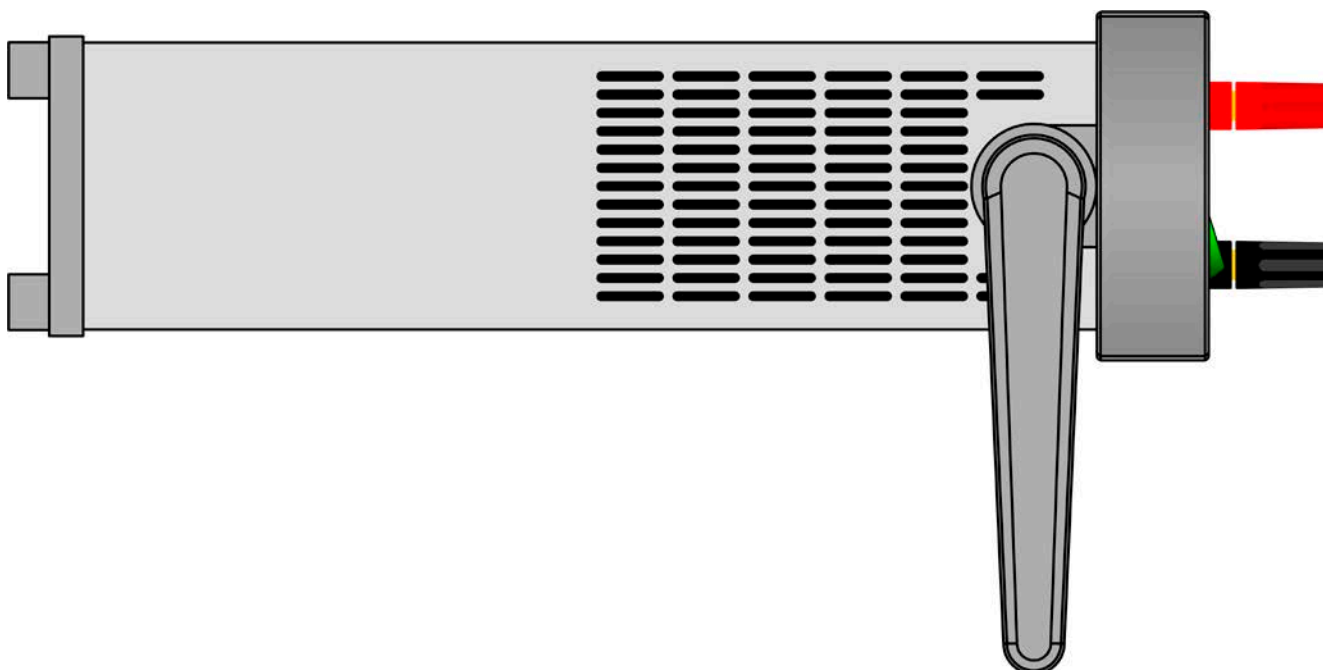
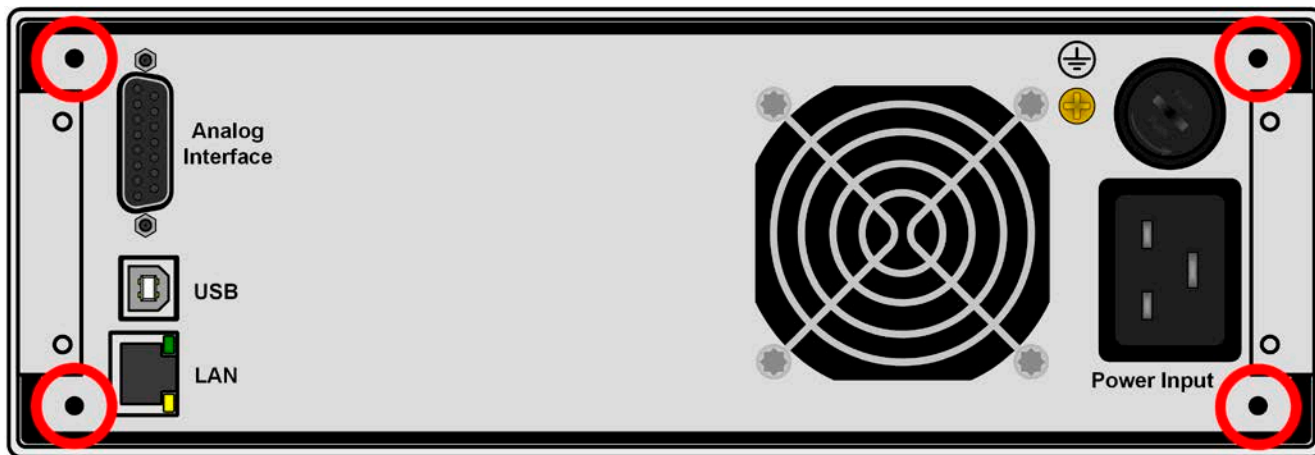

Bild 7 - Position (-90°) des Tragegriffs zwecks Demontage
Bild 10 - Befestigungspositionen der Sechskantbolzen (3) (Rückseite 1000 W / 1500 W gezeigt)
Empfohlene Vorgehensweise (siehe auch Verdeutlichung in *Bild 7* bis *Bild 10* unten):
- a. Tragegriff in -90°-Position bringen (*Bild 7*)
2. Frontrahmen abnehmen (1). Rückseitigen Rahmen (1) durch Lösen der 4 Schrauben abnehmen
3. Die beiden Haltewinkel vorn (2) mit je 2x Schraube M4x10 und je 2x Kontaktscheibe M4 befestigen. Hier wird die Verwendung eines gewinkelten Torx-Schraubendrehers (Ratsche o. ä.) empfohlen.
4. Je 2x Sechskantbolzen (3) M3x10 in die Gewindebohrungen schrauben, an denen vorher der rückseitige Rahmen befestigt war (*Bild 10*).